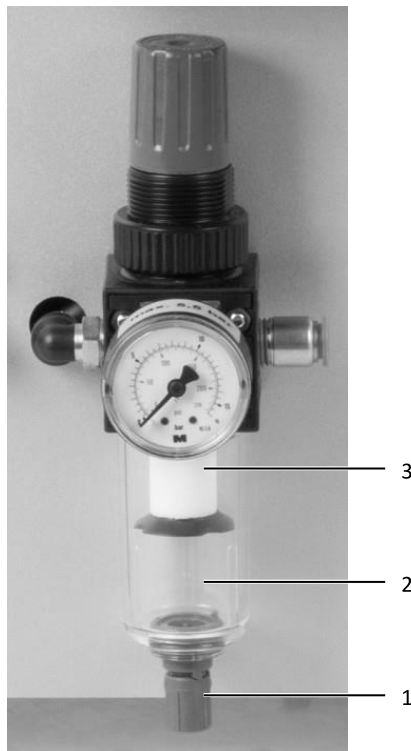

Abb. 24: Druckluftwartungseinheit
- Um das Kondenswasser abzulassen, drücken Sie die Ablassschraube (Abb. 24, Pos. 1) nach oben.
- Um den Filter zu wechseln, schrauben Sie den Kondenswasserbehälter (Abb. 24, Pos. 2) ab und drehen Sie den Filter (Abb. 24, Pos. 3) heraus.